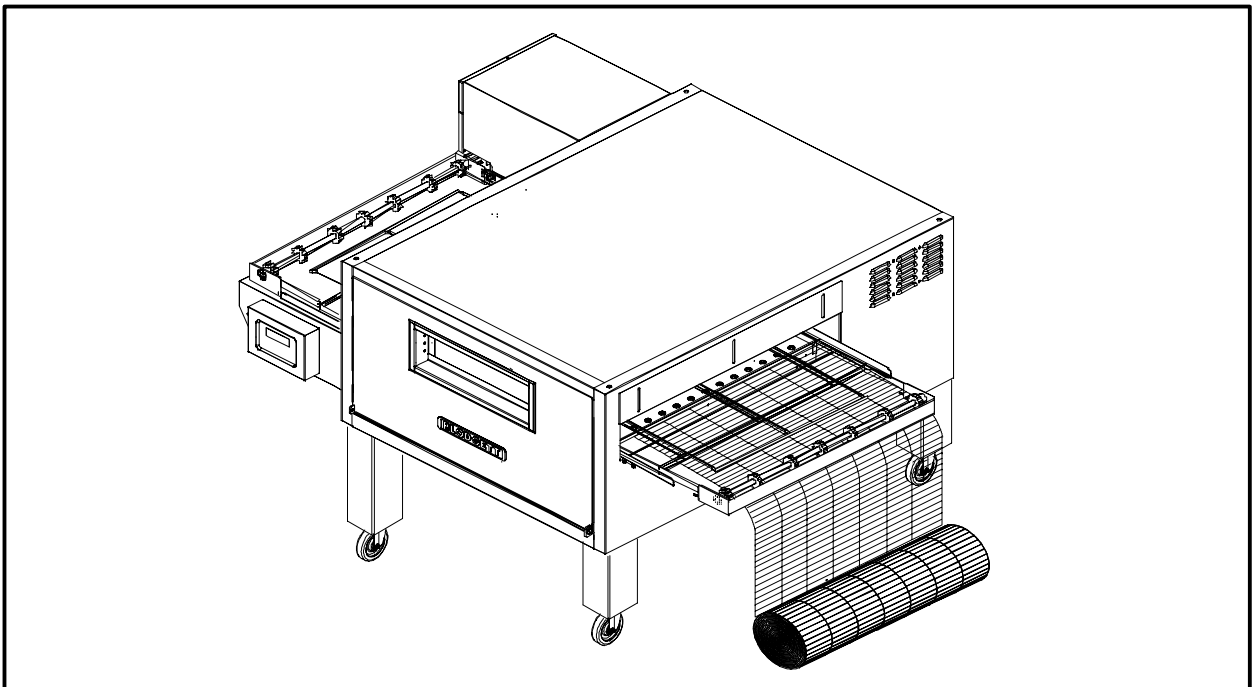

Figure 11
1. Rentez la courroie du convoyeur à partir du côté droit du four. La courroie a des boucles aux deux extrémités. Ces boucles doivent voyager à rebours sur la crémaillère du convoyeur pour éviter tout dommage. Voir la Figure 11 pour la bonne orientation de la courroie.